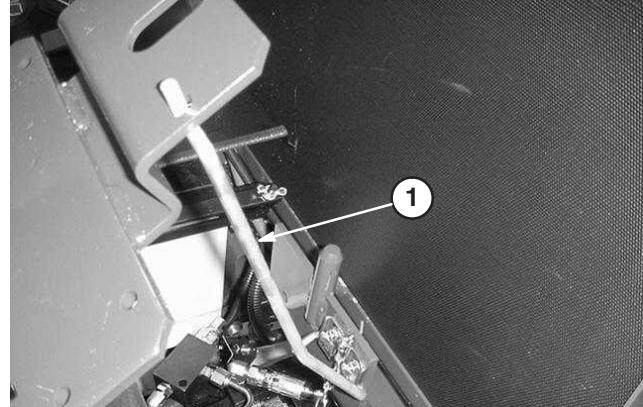

Bild 10
4. Stützen Sie den Sitz mit der Sitzstützstange ab (Bild 10).
- Stützen Sie den Sitz mit der Sitzstützstange ab (Bild 10).